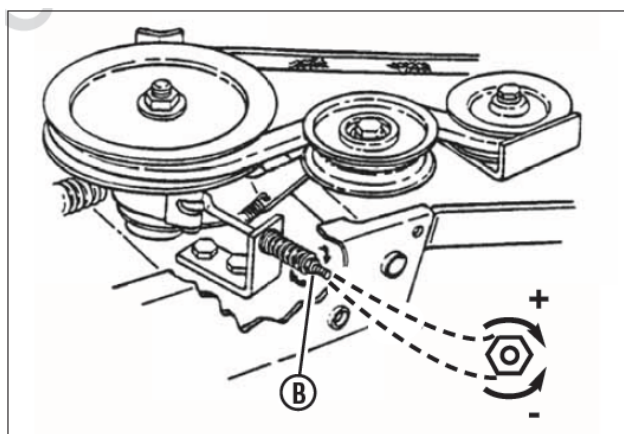

Рис. 33. Регулировка натяжения тормоза ножа
3. Если вышеупомянутое расстояние больше 8,3 см, поверните гайку (А, рис. 33) по часовой стрелке для увеличения натяжения тормоза. Если расстояние меньше 7,6 см, поверните гайку против часовой стрелки, чтобы усилить натяжение.